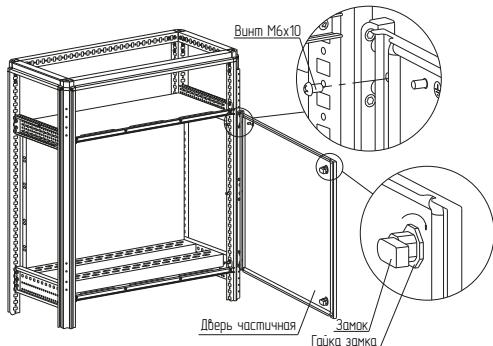

Рисунок 3
4.1.6 Установить в дверь частичную замок и зафиксировать гайкой (рисунок 3).